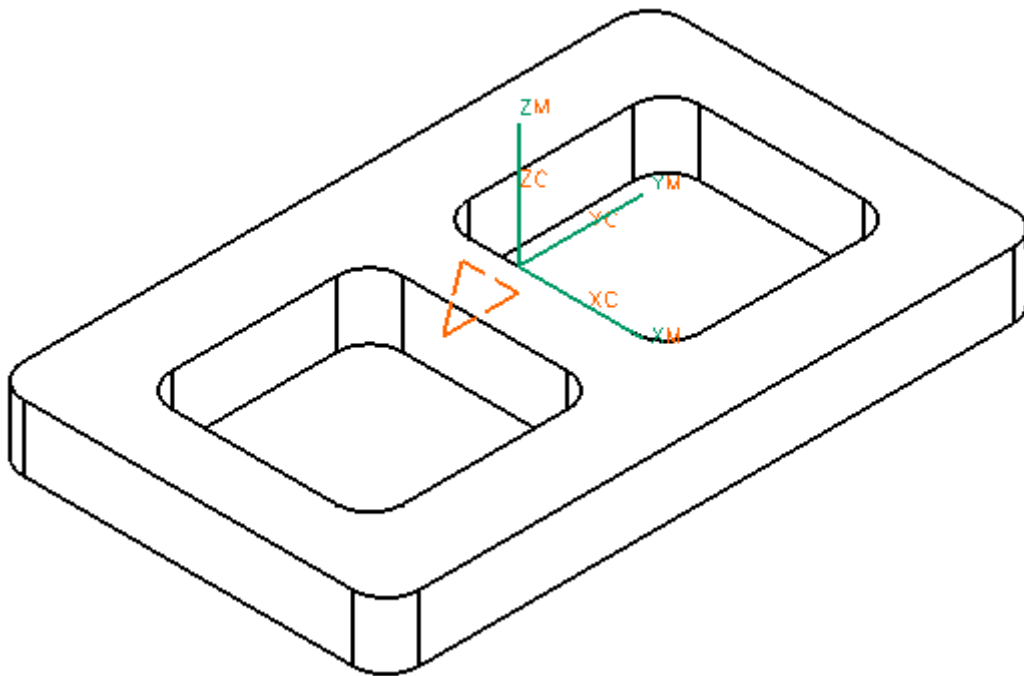

图 8-62
- 双击 WORKPIECE, 定义如图 8-62 所示的 Part, 单击 OK。